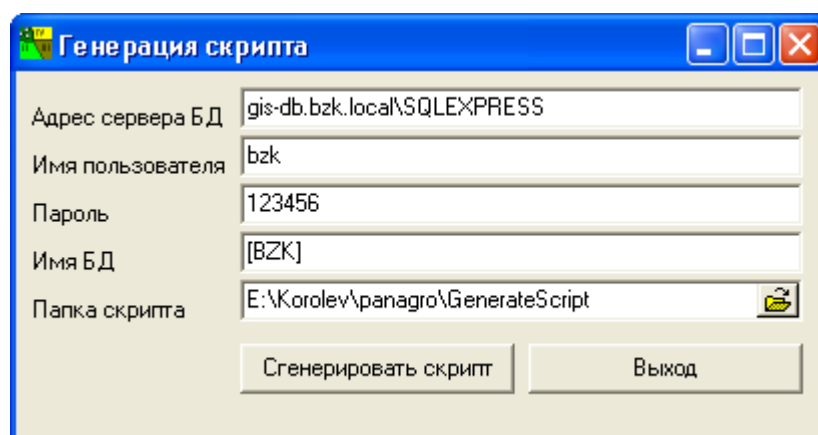

Рисунок 2 - Программа InstallPHР
4) Установить необходимый для функционирования системы мониторинга подвижных средств предприятия РНР скрипт. Чтобы посмотреть пример такого скрипта, запустите программу Installphp.exe (см. Рисунок 2), которая находится в папке panauto(server) на инсталляционном диске.